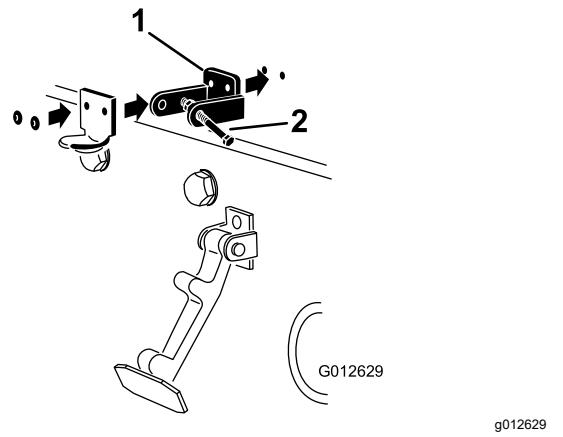

Bild 4
4. Fluchten Sie die Befestigungslöcher der Halterung des CE-Riegels und den Motorhaubenriegel mit den Bohrungen in der Motorhaube aus (Bild 4).
6. Nieten Sie die Halterungen und Scheiben an die Haube (Bild 4).